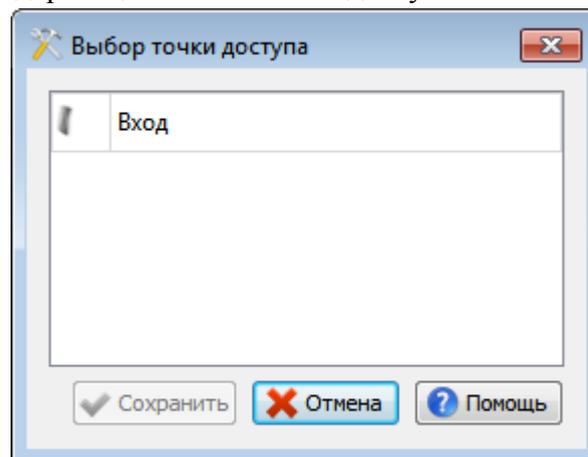

Рис. 69
- Нажмите на кнопку «Точка доступа». На экране появится окно «Выбор точки доступа» (Рис. 69), содержащее список точек доступа системы.